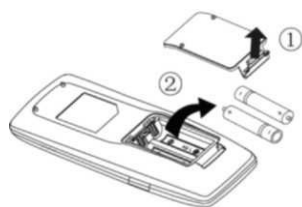

Fig. 1
- (1) Sollevare il coperchio nella direzione della freccia (come illustrato in Fig. 1 ①).
- (2) Estrarre le batterie originali (come illustrato in Fig. 1 ②).